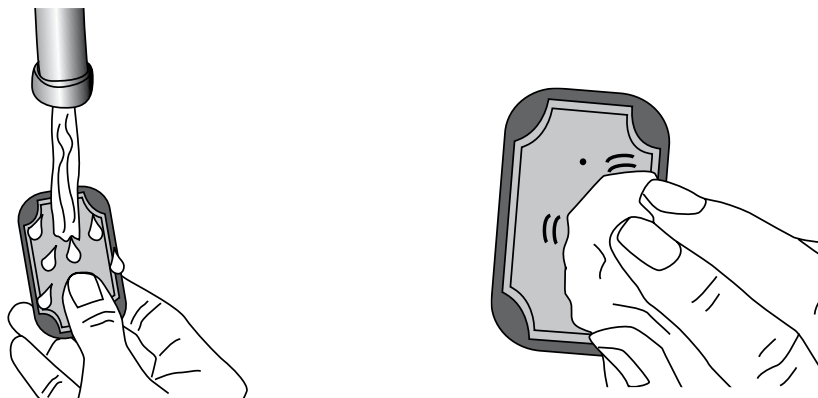

Figura 6-18 - (Sinistra) Come bagnare l'elettrodo in tessuto (Destra) Come tamponare l'acqua in eccesso dall'elettrodo in tessuto
2. bagnare gli elettrodi in tessuto fino a saturazione (Figura 6-18);
3. rimuovere l'acqua in eccesso dagli elettrodi in tessuto (Figura 6-18).